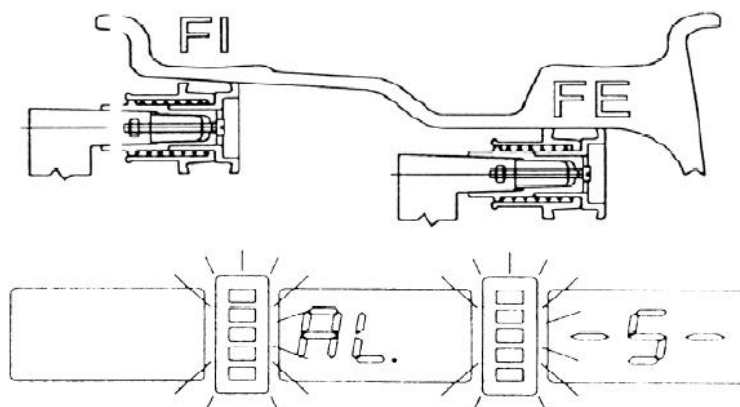

Рис.6
- После измерения расстояния с внутренней стороны FI, как показано на рис.6, передвиньте датчик снова для запоминания данных для внешней стороны FE; удерживайте датчик в этом положении по крайней мере 2 секунды.